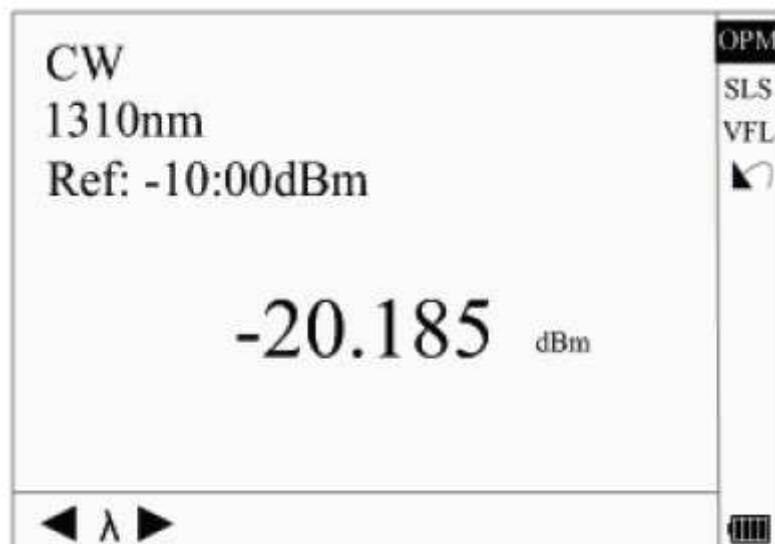

Рисунок 4-10. Измеритель оптической мощности
1. Откройте интерфейс PM/LS, как описано в подразделе «Настройка параметра PM/LS (измеритель мощности, лазерный источник и VFL)» раздела 3. С помощью кнопок **▲** и **▼** выделите «OPM» и нажмите кнопку Enter для получения доступа к интерфейсу OPM (измеритель оптической мощности) (рисунок 4-10).